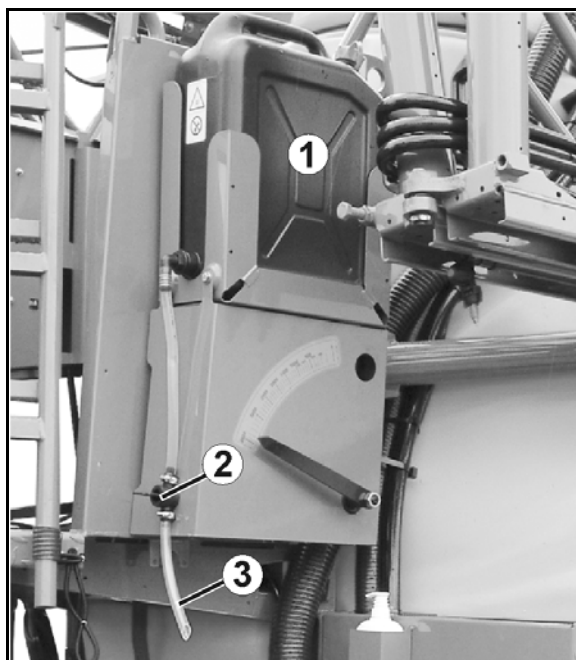

Fig. 67
- Det lukkede klappedæksel trykkes nedad (Fig. 67).